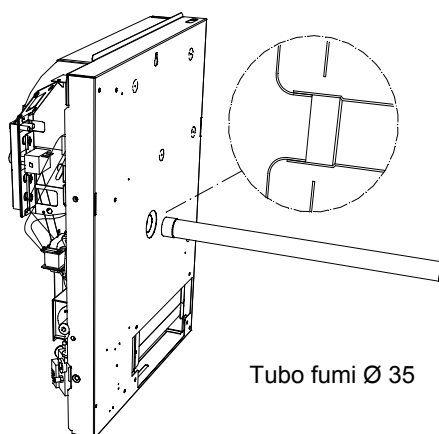

Figura 10 – Posizionamento del tubo di evacuazione prodotti della combustione
10. Calzare l'estremità del tubo di evacuazione dei prodotti della combustione (Ø 35 mm) sul tronchetto di uscita dall'apparecchio (Figura 10).